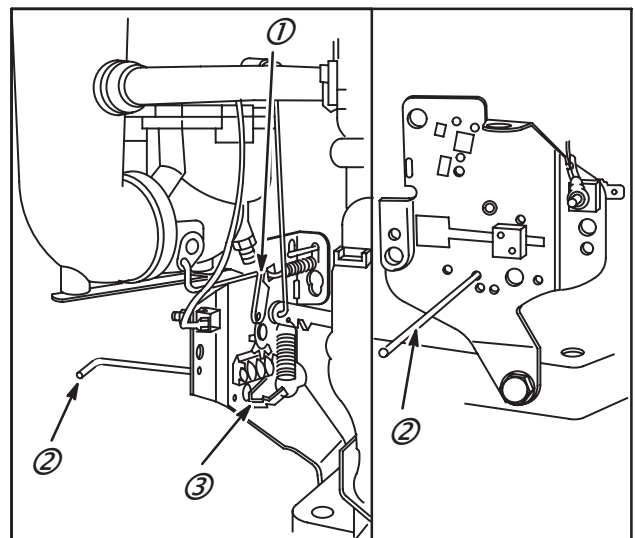

Fig. 28
2. Insérer une tige de 3,18 mm (2) à travers le trou de la plaque de commande et du bras du régulateur (3), Fig. 28, des plaques de commande à crémaillère. Voir la note ci-dessous pour les moteurs équipés d'une vis de régime maximum.